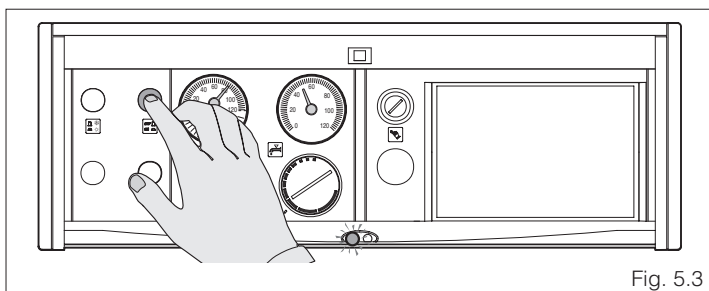

Fig. 5.3
- premere l'interruttore principale del quadro di comando e verificare lo spegnimento della lampada di segnalazione verde (fig. 5.3).